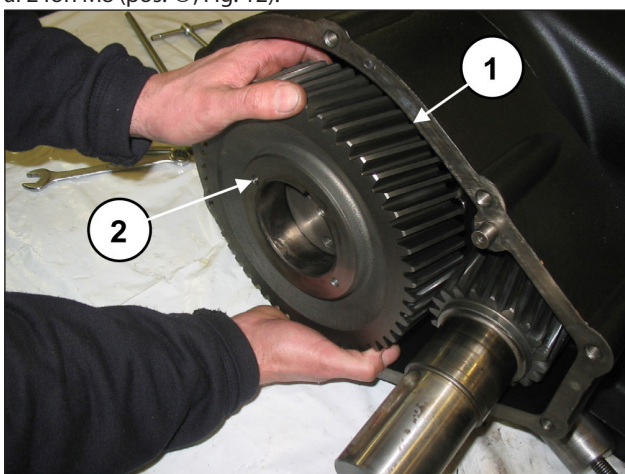

Fig. 12
Togliere la corona (pos. ①, Fig. 12). Qualora fosse necessario è possibile utilizzare un estrattore a massa battente da applicare ai 2 fori M8 (pos. ②, Fig. 12).